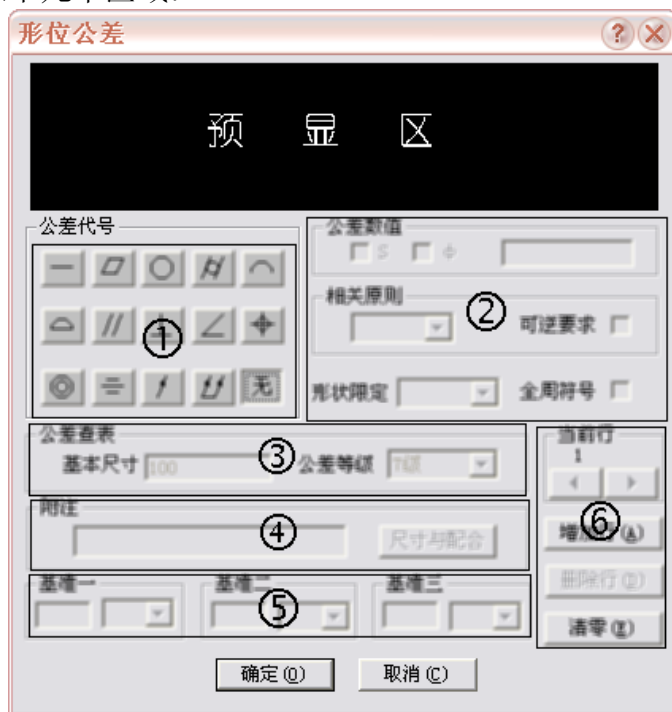

图 6-57 各区域显示图例
- 形状限定：它弹出列表框，可选项为（空），（-）：只许中间向材料内凹下、（+）：只许中间向材料外凸起、（>）：只许从左至右减小、（<）：只许从右至左减小。如图 6-57 中，选中后缀为（-）。